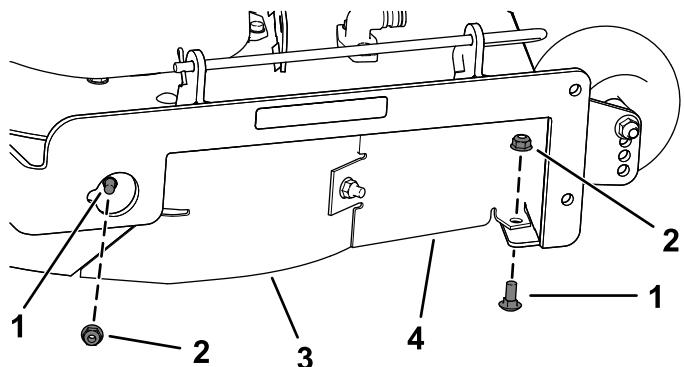

Bild 14
7. Entfernen Sie die zwei Schlossschrauben (5/16" x 3/4") und zwei Sicherungsmuttern (5/16"), mit denen das montierte rechte Ablenkblech und die Schutzvorrichtung des Ablenkblechs am Mähwerk befestigt sind (Bild 14).